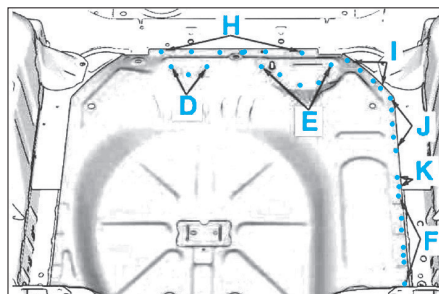

FIG. 65
- Soudrer le plancher en D, E, F, H, I, J et K de façon symétrique (Fig.65).